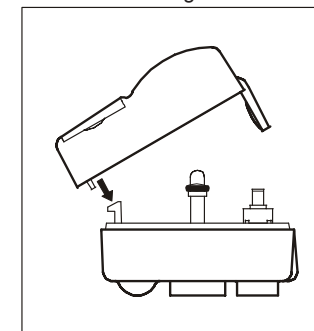

Fig. 3
3. Abdeckung wieder aufsetzen (für gute Dichtigkeit mit dem Unterteil ausrichten) und Schraube mit Schraubendreher eindrehen. Abb. 3 und 4
5. Oberteil aufsetzen und festschrauben. Abb. 3 und 4